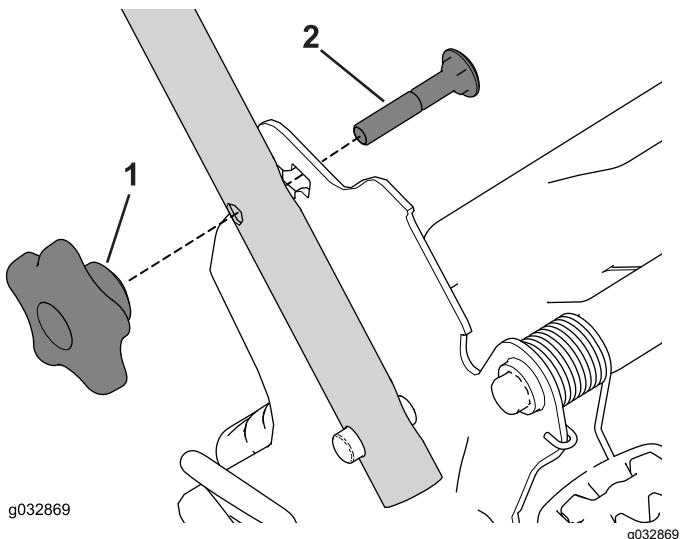

**Figure 21**
1. Retirez le bouton de démarrage électrique (selon l'équipement) ; voir Figure 21.